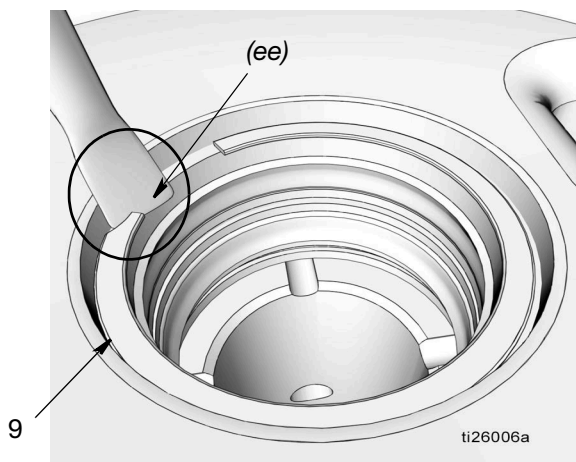
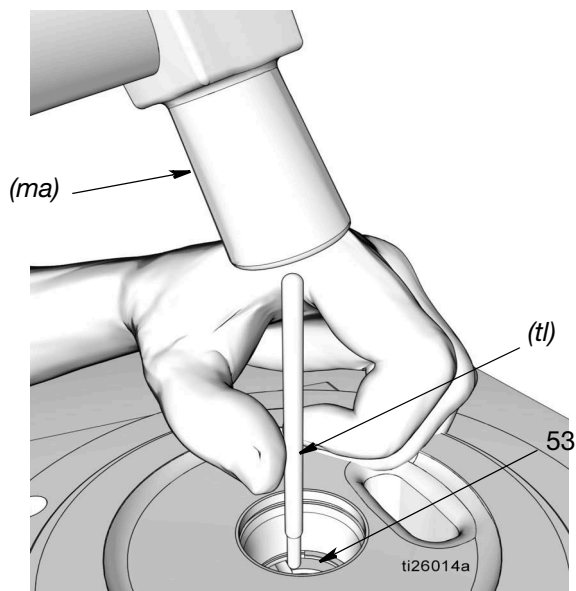

FIG. 25
FIG. 26
- a. Glisser la lame d'un petit tournevis à tête plate sous l'extrémité effilée (ee) de l'anneau de retenue (9) pour déposer l'anneau comme montré sur la FIG. 25.
- b. Retirer l'entretoise conique (10), le joint (11) et l'entretoise (12).
- c. Glisser la lame d'un petit tournevis à tête plate sous l'extrémité effilée (ee) de l'anneau de retenue (51) pour déposer l'anneau comme montré sur la FIG. 25. **NE PAS ENLEVER LE DERNIER ANNEAU DE RETENUE (51).**
- d. Retirer l'entretoise (12), le joint (11) et l'entretoise (12).
19. Utiliser une tige en laiton doux (*tl*) et un marteau (*ma*) pour extraire le manchon (53) de l'élément de pompe de la base de la pompe (1) en tapant doucement dessus (Fig. 26).